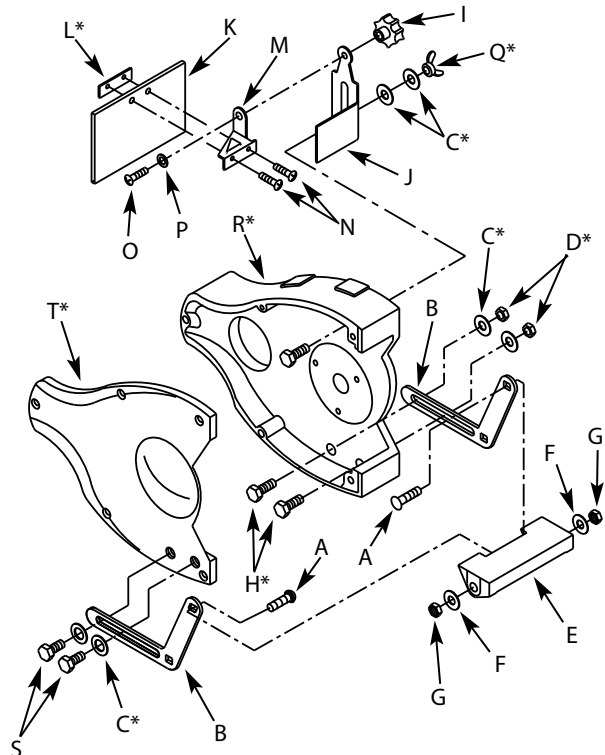

Figura 1 – Asamblea de Reposapiés Izquierdo y Protector de Ojos
1. Deslice los pernos de carruaje de 5/16-18" (A) en los orificios cuadrados de los soportes del soporte de la herramienta (B).
2. Deslice los pernos del carro con soportes en los orificios en el interior del soporte de la herramienta (E) como se muestra en la Figura 1. Deslice las arandelas planas de 8 mm (F) y las tuercas hexagonales de 5/16"-18 (G) en los pernos del carro. Apriete las tuercas con los dedos.
3. Retire las tuercas hexagonales de 3/8" (D) y las arandelas (C) de los pernos hexagonales de 3/8-16 x 1¼" (H) montados en la parte delantera inferior del protector de la rueda izquierda (R).
4. Deslice la ranura en el soporte del soporte de la herramienta (lado derecho) sobre los pernos de 3/8". Reemplace las arandelas planas y las tuercas hexagonales. Coloque el soporte de la herramienta del lado izquierdo sobre los orificios roscados en la cubierta del protector de la rueda y asegúrelo con arandelas de resorte y planas de 3/8" (C) y pernos hexagonales de 3/8-16 x 5/8" (S). Coloque el soporte de la herramienta de modo que la distancia entre el soporte de la herramienta y la muela sea menor a 1/16". Asegure todos los tornillos y tuercas.